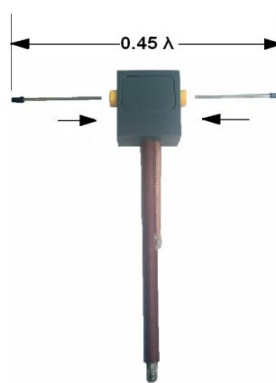

Figura 4.9. Montaje de un dipolo $\lambda/2$
E. Seleccioné un par de alambres del set de antenas para formar una antena dipolo de $\lambda/2$, insértelos en el conector hasta el fondo de los orificios. instalé el mástil de clips verticales en el orientador de antena y coloqué el dipolo orientándolo para una rotación según el plano E. (ver Figura 4.9). Tenga en cuenta lo siguiente, para una mejor aproximación.